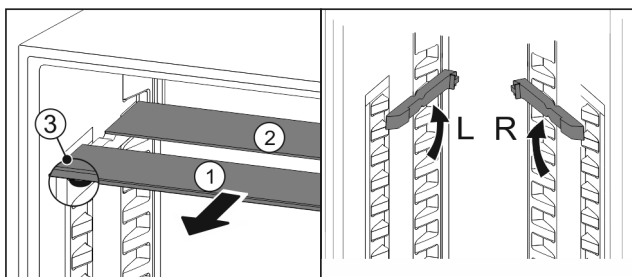

Fig. 60
- Extrageți Fig. 60 (1) pe rând plăcile de sticlă spre înainte.
- ▷ Placa de sticlă Fig. 60 (1) cu șipca decorativă se află în față.
- ▷ Opritoarele Fig. 60 (3) indică în jos.